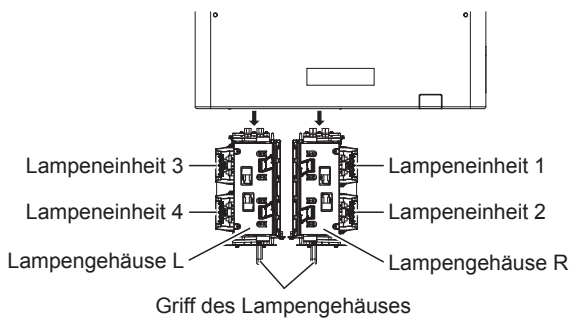

Abb. 3
- ii) Halten Sie den Griff des Lampengehäuses an der Seite, wo die zu ersetzende Lampeneinheit angebracht ist, und ziehen Sie das Lampengehäuse rückwärts heraus. (Abb. 3)